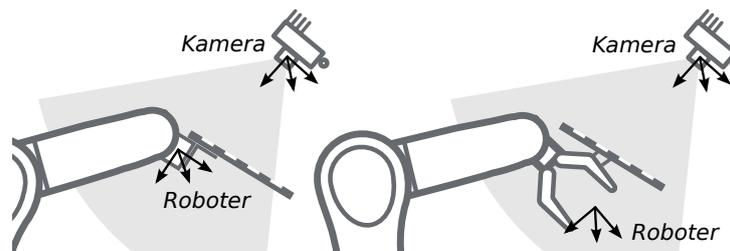

Abb. 6.19: Alternative Montageoptionen für die Befestigung des Kalibrieramusters am Roboter
6.18 und Abb. 6.19 angegeben, angebracht werden.
**Bemerkung:** Für das Modul zur Hand-Auge-Kalibrierung spielt es keine Rolle, wie das Kalibrieremuster in Bezug auf das benutzerdefinierte *Roboter*-Koordinatensystem genau angebracht und positioniert wird. Das bedeutet, dass die relative Positionierung des Kalibrieremusters zu diesem Koordinatensystem weder bekannt sein muss, noch für die Kalibrierroutine relevant ist (siehe in Abb. 6.19).